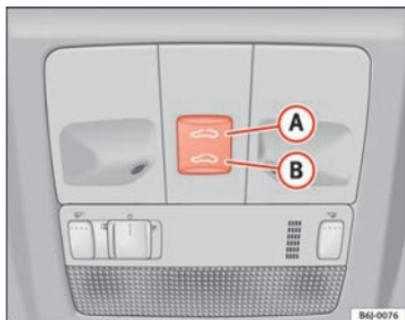

Fig. 51 Tettuccio panoramico / sollevabile
- Premere e tener premuto il pulsante **B** ⇒ fig. 51 ⇒ **⚠**: il tettuccio compie il movimento di chiusura fino che si rilascia il pulsante.